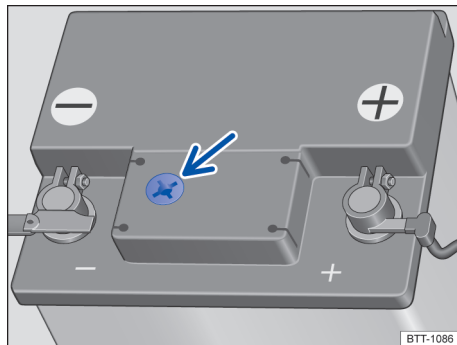

Fig. 166 Visor no lado superior da bateria do veículo 12 V (representação esquemática).
- Providenciar iluminação suficiente para poder identificar o indicador colorido no visor redondo no lado superior da bateria do veículo 12 V (seta) → Fig. 166. Jamais utilizar chamas expostas ou objetos incandescentes como iluminação.